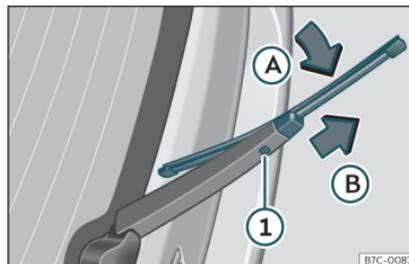

Fig. 39 Sostituzione della spazzola del lunotto posteriore.
- Ruotare leggermente la spazzola» **fig. 39** (freccia **A**).
- Tenere premuto il tasto di sblocco ❶ e tirare delicatamente la spazzola nella direzione indicata dalla freccia **B**.
- Inserire nel braccio tergilunotto una nuova spazzola **della stessa lunghezza e dello stesso tipo**, in direzione opposta a quella indicata dalla freccia **B** fino all'incastro del tasto ❶.